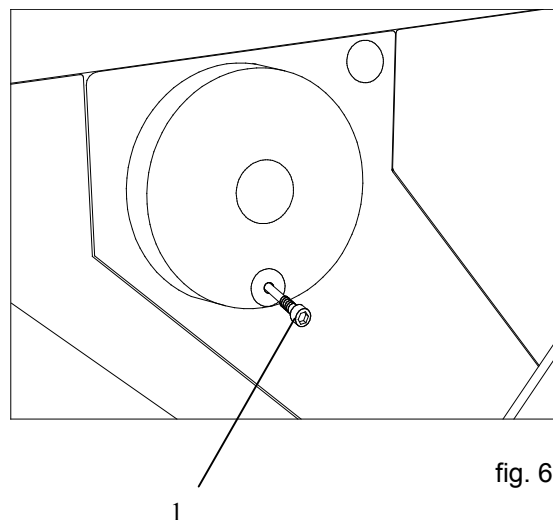

fig. 6b
Durante el transporte, el volante manual lleva el tornillo de transporte (fig. 6b.1) en lugar del asa. El volante está fijado, por tanto, a la carcasa del aparato. **¡Es imprescindible retirar este tornillo de transporte antes de poner en funcionamiento el aparato!**
- Quitar el tornillo (fig. 6b.1) con la llave Allen SW 6.